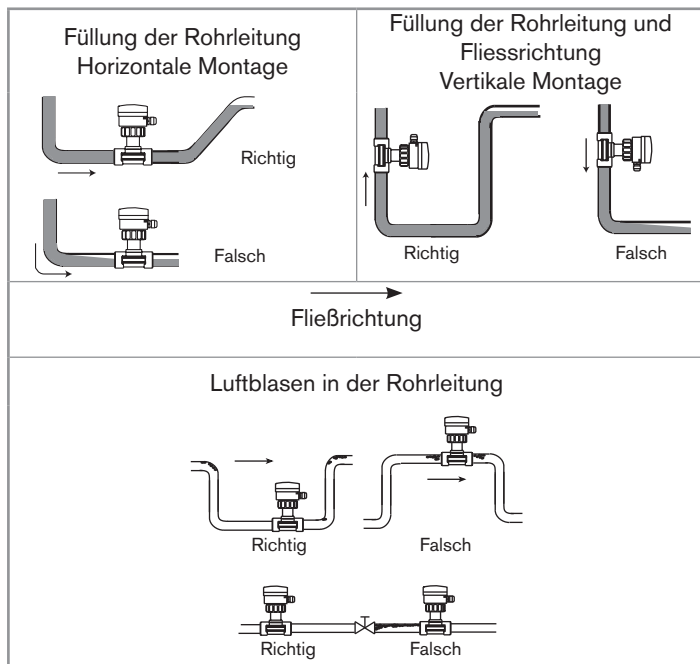

Bild 5: Füllung der Rohrleitung, Fließrichtung, vertikale Montage und Luftblasen in der Rohrleitung
- Rohrleitung im Bereich des Sensors muss immer gefüllt sein (Siehe Bild 5).
- bei vertikaler Montage verläuft die Fließrichtung nach oben (Siehe Bild 5).
- Bildung von Luftblasen in der Rohrleitung im Bereich des Sensors vermeiden (Siehe Bild 5).
- Rohrleitung im Bereich des Sensors muss immer gefüllt sein (Siehe Bild 5, Seite 16).
- bei vertikaler Montage verläuft die Fließrichtung nach oben (Siehe Bild 5, Seite 16).
- Bildung von Luftblasen in der Rohrleitung im Bereich des Sensors vermeiden (Siehe Bild 5, Seite 16).